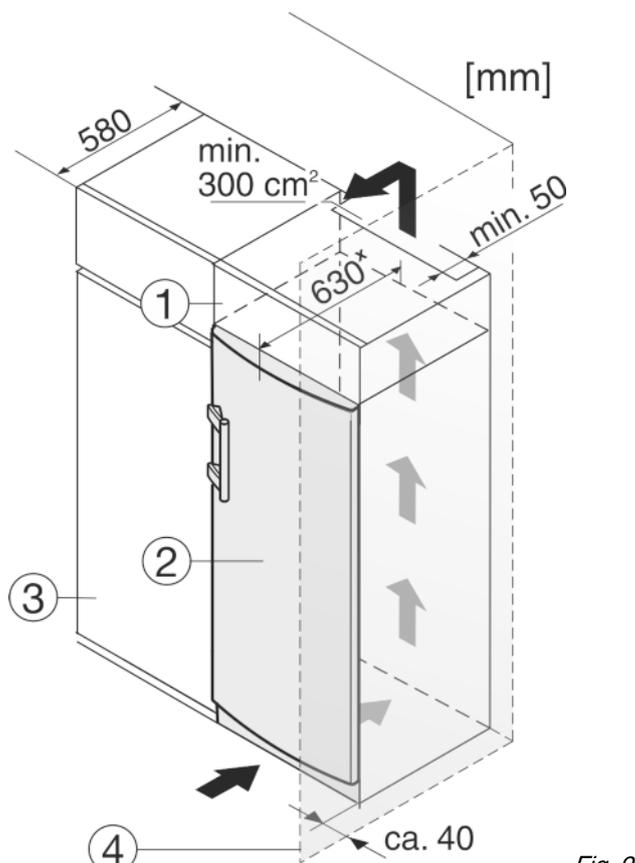

Fig. 9
Устройство может быть окружено кухонными шкафами. Чтобы уравнять устройство Fig. 9 (2) по высоте с кухонной стенкой, можно установить над устройством дополнительный шкафчик Fig. 9 (1).
При комбинировании с кухонными шкафами (глубина макс. 580 мм) устройство можно установить непосредственно рядом с кухонным шкафом Fig. 9 (3). Устройство выступает сбоку на 34 мм* и по центру на 50 мм* относительно передней стенки кухонного шкафа.
Если устройство установлено на шарнирах у стены Fig. 9 (4), то расстояние между устройством и стеной должно быть не менее 40 мм. Настолько выступает ручка при открытой двери.